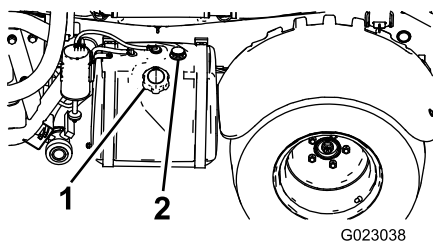

Figure 11
2. Nettoyez la surface autour du bouchon du réservoir de carburant (Figure 11).